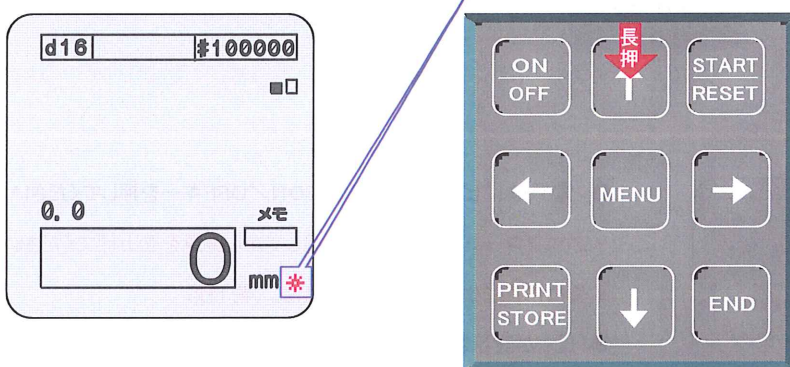

図5
- ↑キーを長押しすることにより、バックライトを点灯(*)または消灯することができます。(図5参照)